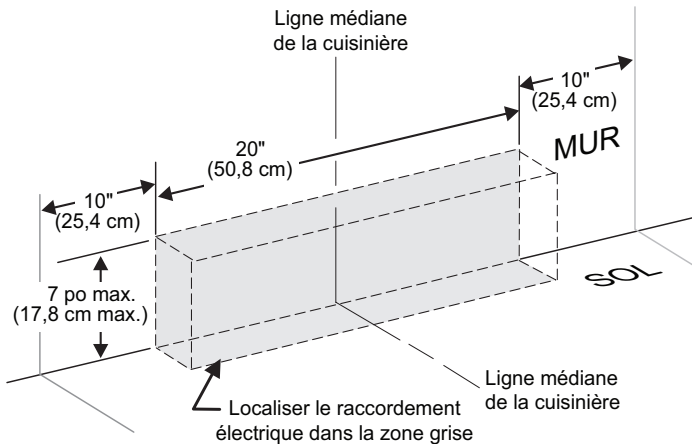
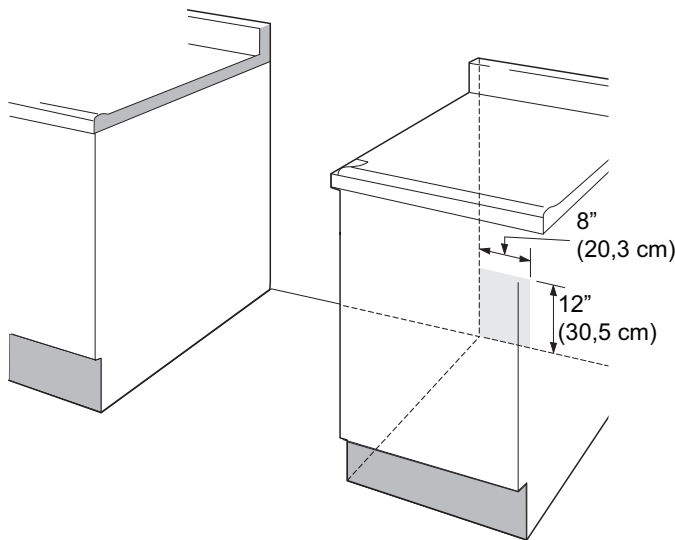

Figure 4 : L'emplacement de la prise derrière la cuisinière
Figure 5 : Emplacement de la prise du cabinet adjacent
1. Pour installer la cuisinière avec une armoire sur deux côtés, tracer une ligne médiane sur le plancher entre les armoires (Figure 5).
L'emplacement suggéré pour la prise murale est illustré à la Figure 4. La prise peut également être située dans le coin inférieur gauche de l'armoire de droite, comme le montre la Figure 5.